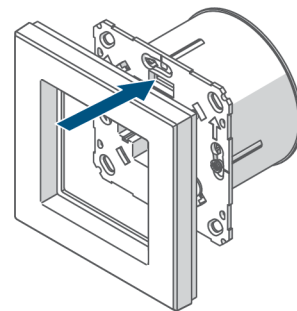

Abbildung 7
- Halten Sie die Systemtaste für 4 s gedrückt (*Abb. 7*).